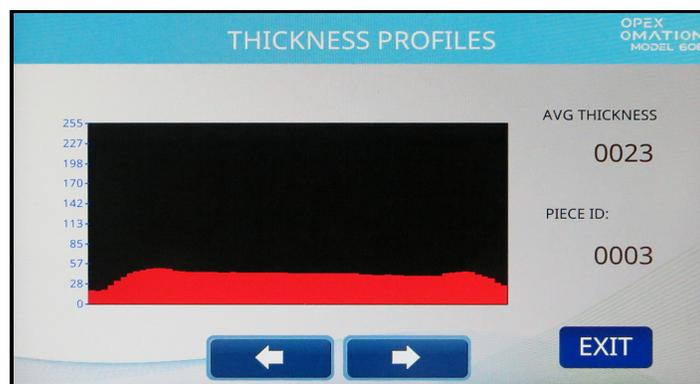

Abbildung 6-17: Bildschirm „Dickenprofile“
- **PROFILES (PROFILE)** – Anzeige eines Diagramms der Dicke entlang der Länge jedes bearbeiteten Poststücks, wie in Abbildung 6-17 zu sehen. Mit den Pfeiltasten können Sie zwischen dem vorherigen und dem nächsten Poststück in der Probe hin- und herwechseln.